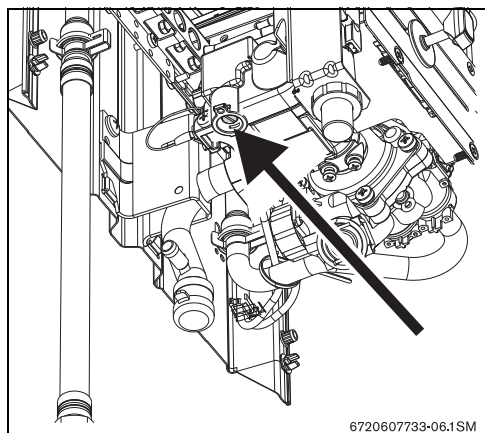

Рис. 12 Вент регулировки макс. расхода газа
- ▶ Снять пломбу с регулировочного винта (рис. 12).
- ▶ При помощи регулировочного винта (рис. 12) отрегулировать давление перед форсункой по таблице 7.